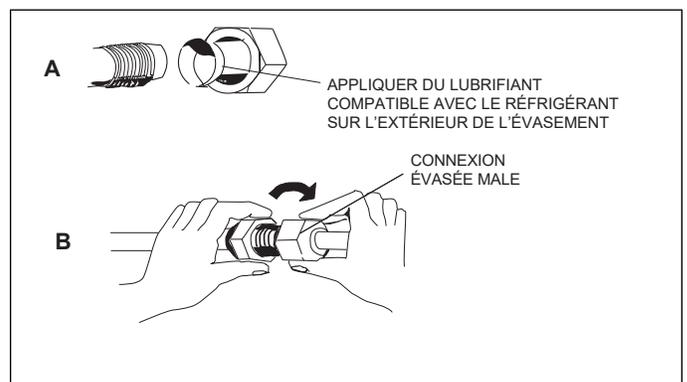

Figure 21. Réalisation des connexions mâles-femelles
16. Aligner les conduites de réfrigérant évasées sur les connexions filetées. Commencer par serrer légèrement les écrous évasés pour assurer qu'ils s'engagent correctement comme illustré à la « Figure 21. Réalisation des connexions mâles-femelles ».